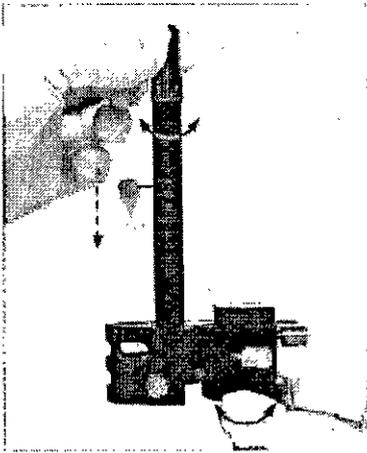

Figura 2. Comprobación antes del uso
1. Confirme que no hay contaminantes o residuos en el posicionador. Gire los dos tornillos separadamente, confirme que el tornillo del posicionador gira y que la plataforma de electrodos se mueve. Confirme que no hay puntos de rigidez de salto, de juego libre o de contragolpe al girar la rueda giratoria. Confirme que la perilla gire fácilmente sin generar excesiva resistencia. (ver Figura 2)